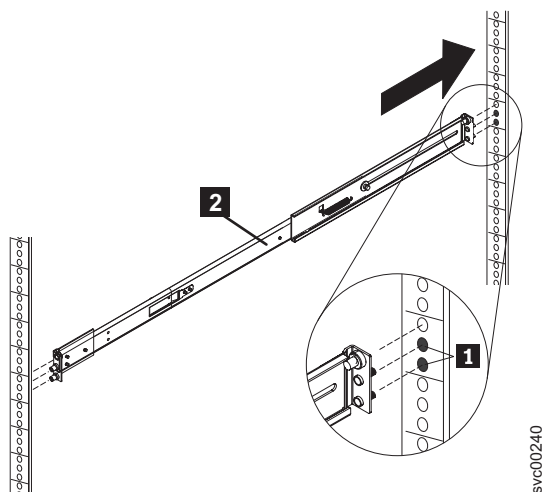

図 27. 右方のスライド・レールの背面ラック・マウント・フランジへの挿入
3. 図 27に示されるように、レール・ピン **1** が背面ラック・マウント・フランジを通して突き出るようにして、右方スライド・レール **2** をフランジに挿入します。